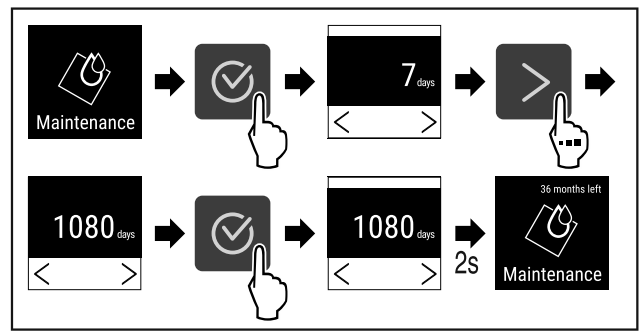

Fig. 75
- ▶ Seguir los pasos de procedimiento (consulte Fig. 75) .